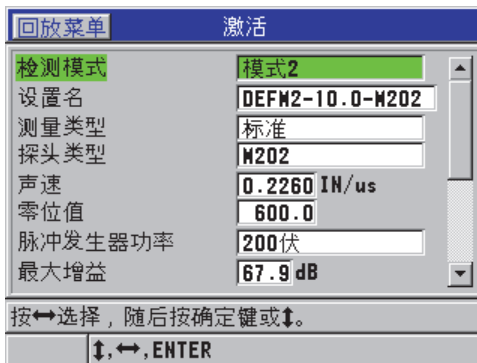

图 10-1 单晶探头设置的激活屏幕
5. 在**激活**屏幕中 (参见第 156 页的图 10-1):